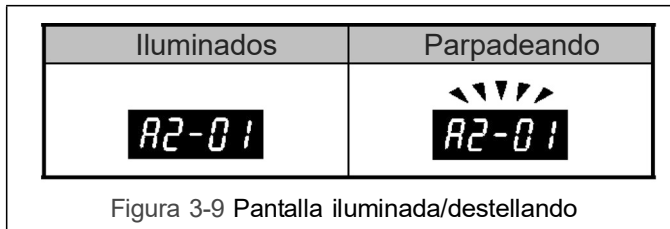

Figura 3-9 Pantalla iluminada/destellando
3.6.6 Durante el funcionamiento la pantalla de datos se iluminará o destellará los datos como se muestra en la Figura 3-9.